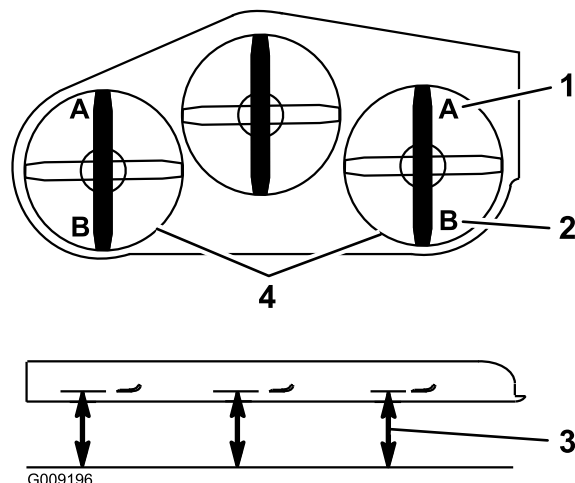

Figure 93
9. De chaque côté du tablier de coupe, mesurez la distance entre la surface plane et la pointe avant de la lame (position A). La distance obtenue doit être de 7,6 cm (3 po); voir Figure 93.
- De chaque côté du tablier de coupe, mesurez la distance entre la surface plane et la pointe arrière de la lame (position B). La distance obtenue doit être de 8,3 cm (3-1/4 po); voir Figure 93.